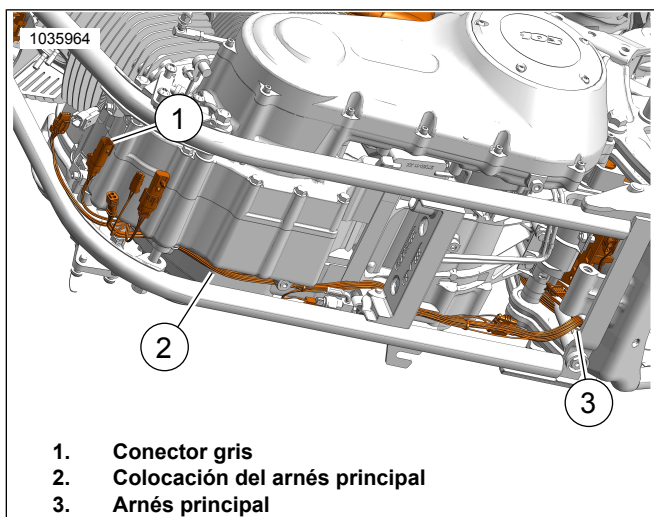

Figura 35. Colocación del arnés
14. Vea Figura 35. Coloque el conector gris del arnés hacia afuera del compartimiento de la batería:
- Ubique el arnés principal (3).
- Coloque el arnés con el conector gris a lo largo del arnés principal (2) hacia el conector delantero del arnés principal.
- Haga coincidir los colores de los conectores (1): gris con gris.